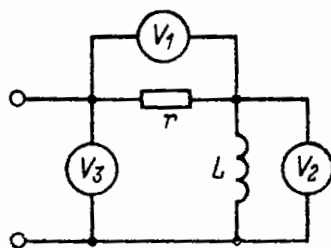

Рисунок 1
2. В цепи r, L (рис. 1) известны показания первого и второго вольтметров: $U_1=100$ В; $U_2=150$ В и сопротивление $r=10$ Ом. Определить показание третьего вольтметра и индуктивность, если частота тока $f=50$ Гц (ПК-2).